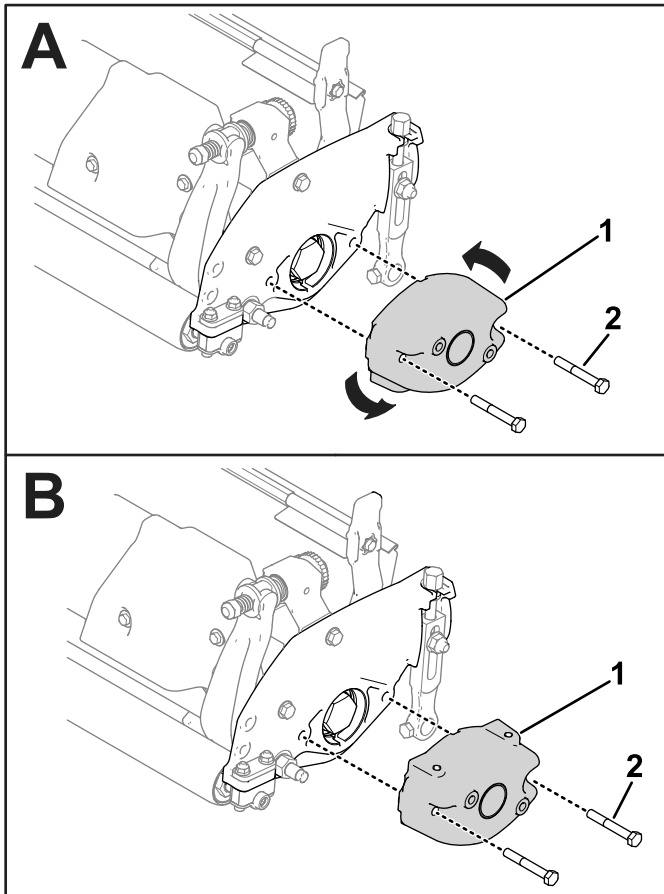

**Figura 52**
**Importante:** Cuando sea necesario inclinar la unidad de corte, apoye la parte trasera de la unidad de corte para asegurarse de que las tuercas de los tornillos de ajuste de la barra de asiento no estén apoyadas en la superficie de trabajo (Figura 52).